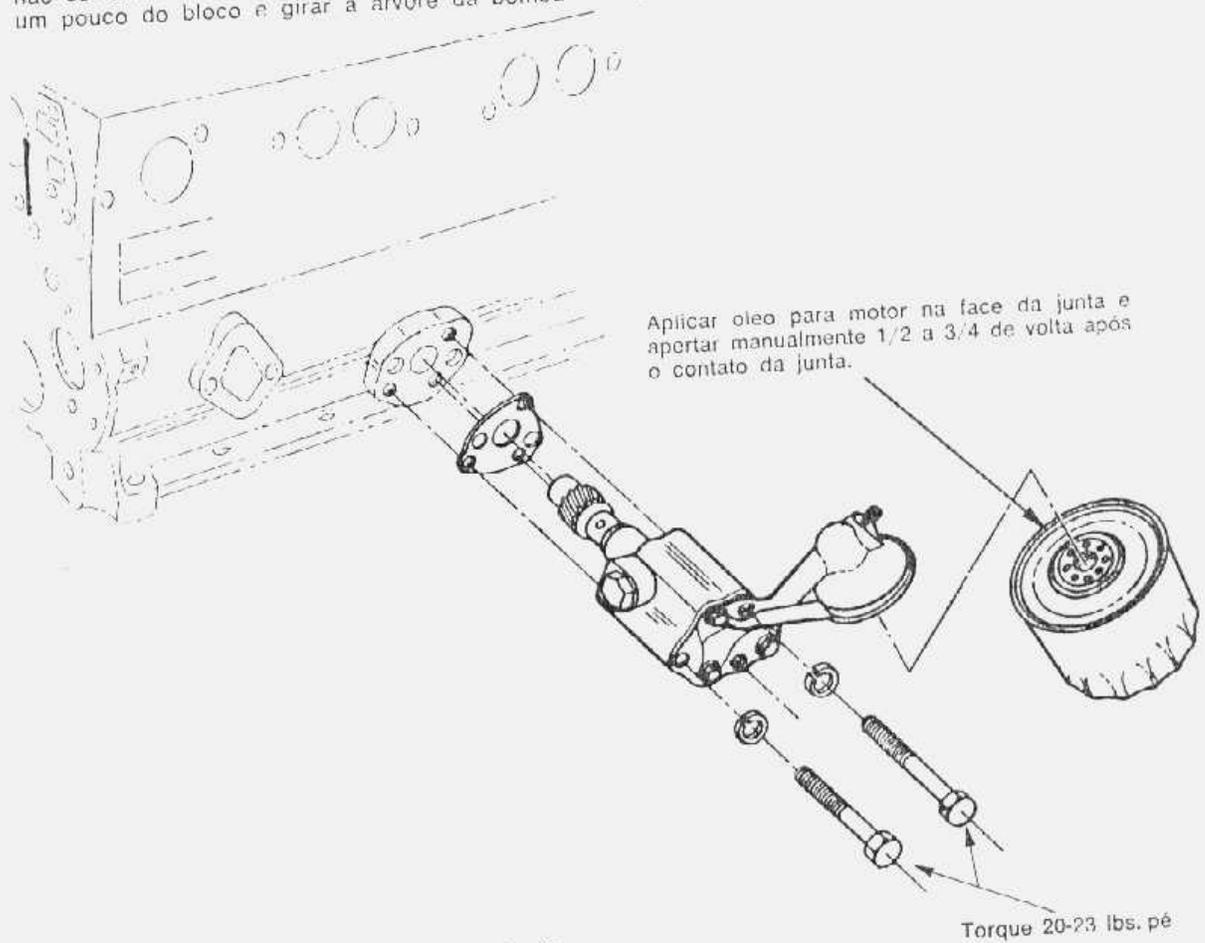

fig. 15 — instalação da bomba e do filtro de óleo
A bomba de óleo (fig. 15) depois de instalada no bloco não deverá alterar a posição do rotor do distribuidor.
5. Instalar o filtro de óleo observando as instruções constantes na fig. 15.